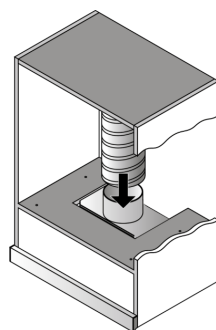

Рис. 5.2
6.8 Если вытяжка будет работать в режиме отвода воздуха в дымоход, смонтируйте воздуховод избранного диаметра согласно инструкции (рис. 5.2), обеспечив его герметичность. Об-